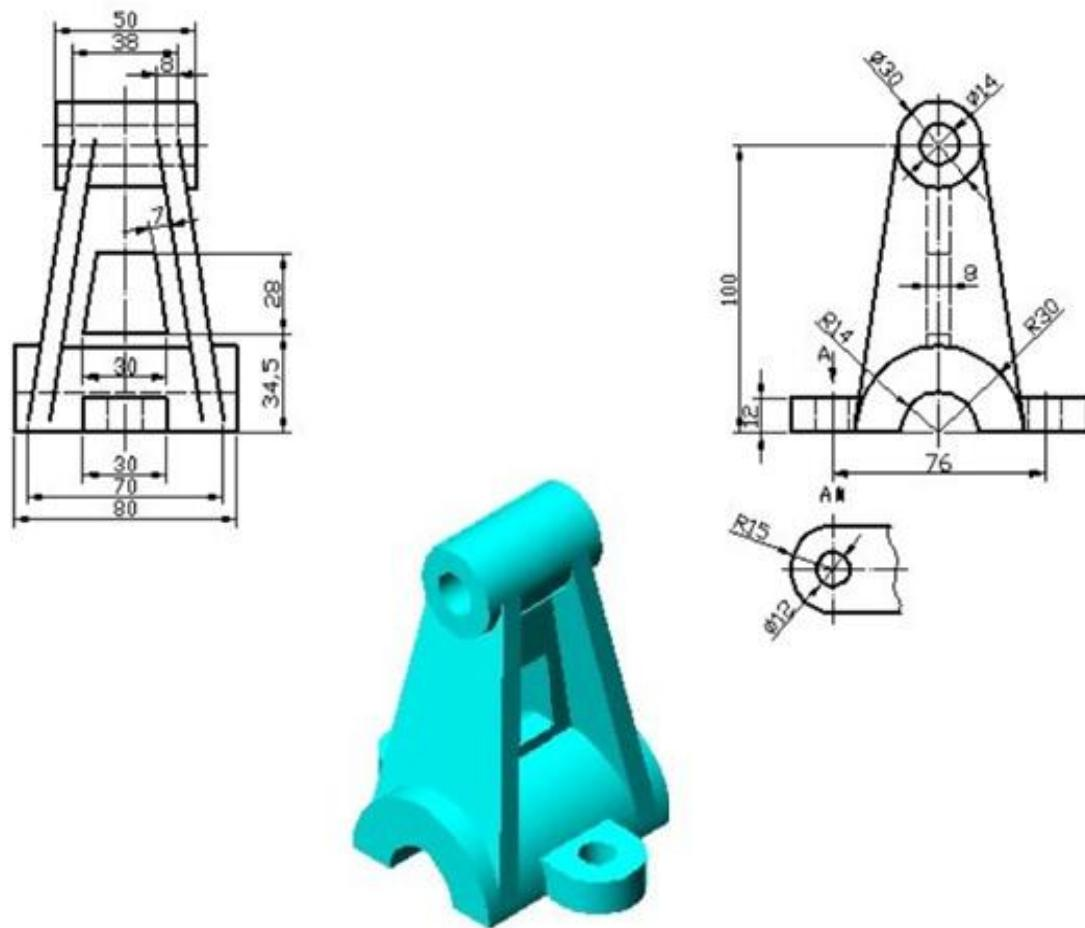

图 J1-6 三维零件 6
- ①在盘下建立考生文件夹，文件夹名称为“场次-工位号”，所有文件必须保存在考生文件夹中，否则记零分；
- ②文件名称为“J1-6”，保存在考生文件夹中；
- ③根据图 J1-6 所示尺寸完成三维建模；
- ④隐藏草图和创建的基准平面；
- ⑤考试过程中注意保存，考核结束时考试应立即停止操作，不得关闭电脑，离开考场。
(2) 实施条件